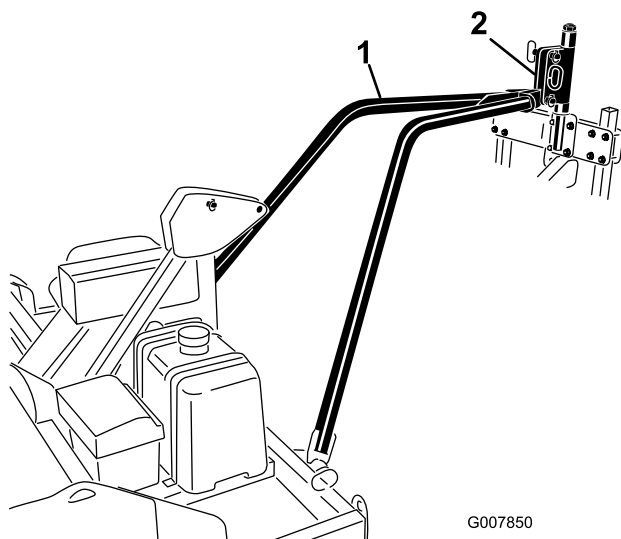

Figure 13
4. Enlevez la sangle d'arrimage ou la corde et abaissez la plaque d'attache dans le pivot d'attelage de l'aérateur (Figure 13).